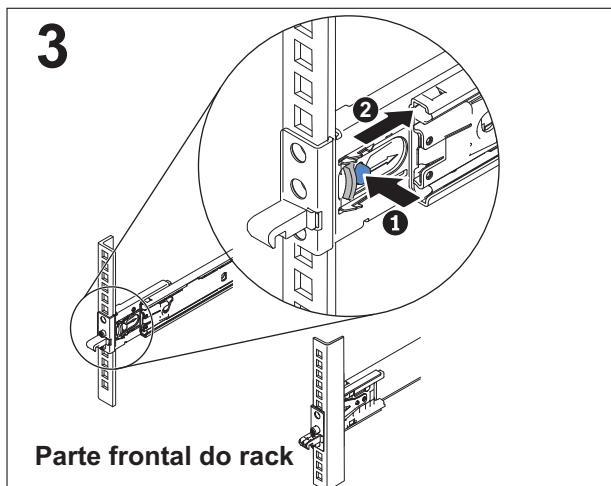

Figura 54. Removendo a extremidade frontal dos trilhos deslizantes
2. Remova a extremidade frontal dos trilhos deslizantes, conforme mostrado em Figura 54.